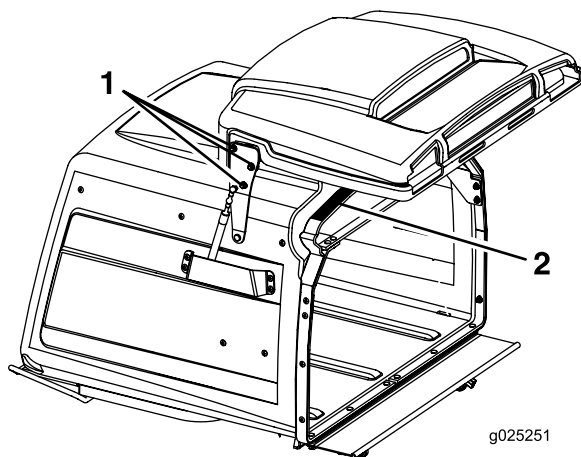

Figura 58
3. Afloje las seis tuercas de las bisagras de la puerta (Figura 58).
4. Abra la puerta y coloque una tira de goma de 9.5 mm ($\frac{3}{8}$ ") o una manguera de 9.5 mm ($\frac{3}{8}$ ") de diámetro entre la tolva y la puerta de la tolva (Figura 58).